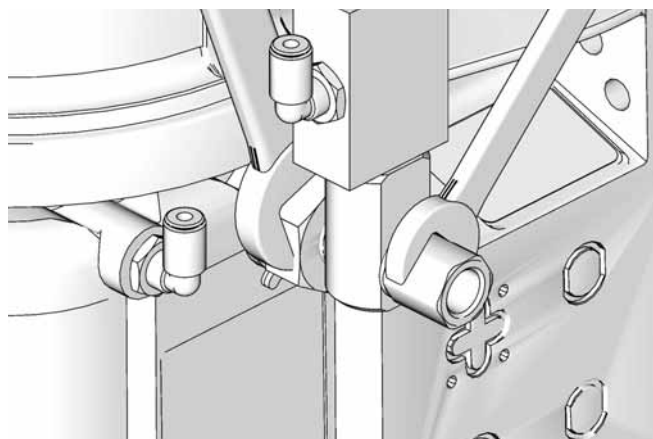

ABB. 6
12. Drehen Sie zwei Schraubenschlüssel jeweils in entgegengesetzte Richtungen, um den Anschluss anzuziehen. Ziehen Sie den Anschluss mit 45,7 N•m (35 ft. lbs) fest (ABB. 6).